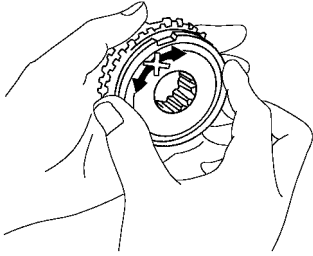

图 10-22 转动同步环并将其向内推
1) 转动同步环并将其向内推，检查它的制动作用，如图 10-22 所示。